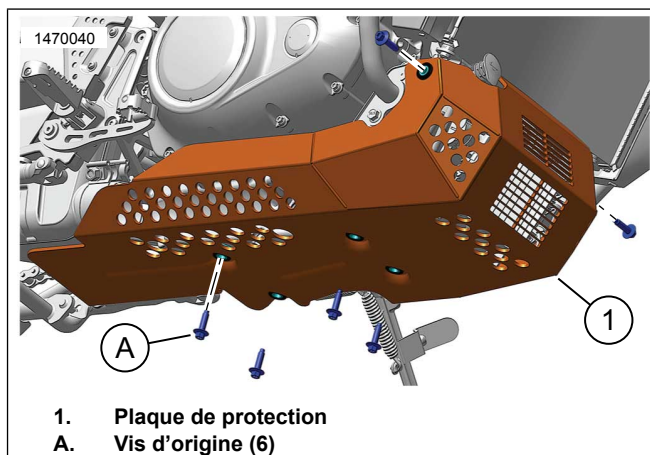

Figure 3. Installer la plaque de protection
1. Figure 3 Positionner le **nouvel** organe complet de plaque de protection (1).